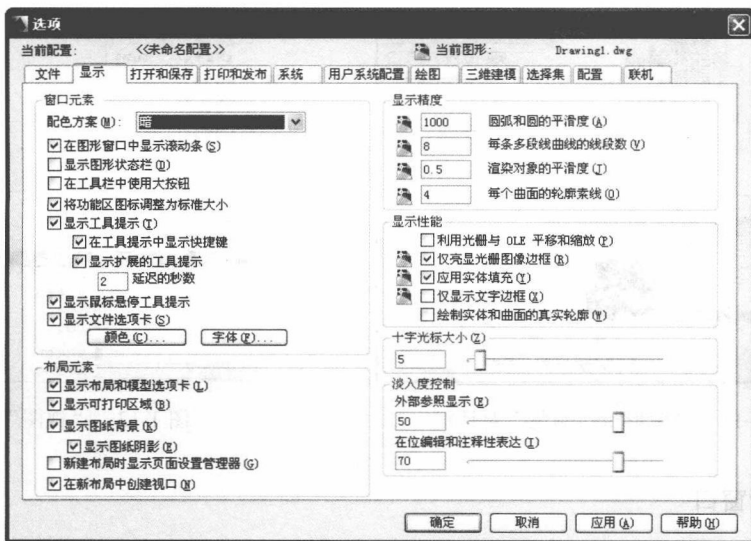
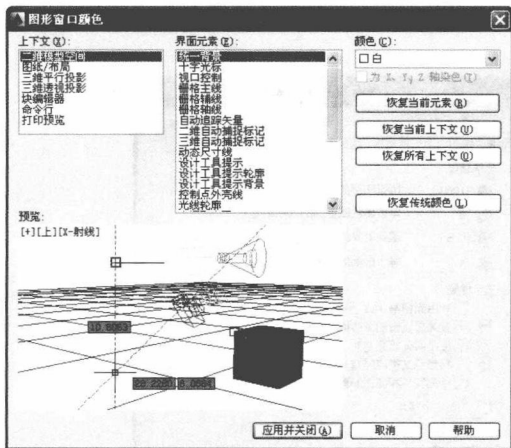

图 1-10 “显示”选项卡
图 1-11 “图形窗口颜色”对话框
选择菜单栏中的“工具”→“选项”命令，打开“选项”对话框。选择“显示”选项卡，在“十字光标大小”文本框中直接输入数值，或拖动文本框后面的滑块，即可以对十字光标的大小进行调整，如图 1-10 所示。
① 选择菜单栏中的“工具”→“选项”命令，打开“选项”对话框，选择如图 1-10 所示的“显示”选项卡，再单击“窗口元素”选项组中的“颜色”按钮，打开如图 1-11 所示的“图形窗口颜色”对话框。
② 在“颜色”下拉列表框中，选择需要的窗口颜色，然后单击“应用并关闭”按钮，此时 AutoCAD 的绘图区就变换了背景色，通常按视觉习惯选择白色为窗口颜色。